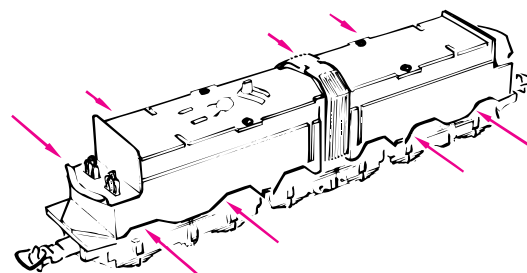

Fig. 11
**Zusammenbau:** Bitte achten Sie beim Zusammenbau auf die richtige Lage der Kontakte (Fig. 11).
**L'assemblage:** Lors de l'assemblage **veuillez veiller à la position correcte des lames de contact** (fig. 11).
**Assemblaggio:** fate attenzione durante l'assemblaggio alla posizione corretta dei contatti (fig. 11).